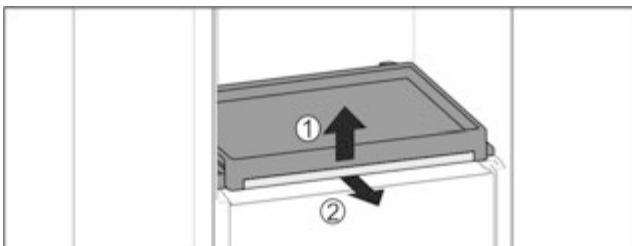

Fig. 77
- ▶ Витягнути витяжну панель зі скляною полицею: Підніміть трохи скляну полицю спереду Fig. 77 (1) та витягніть вперед Fig. 77 (2).